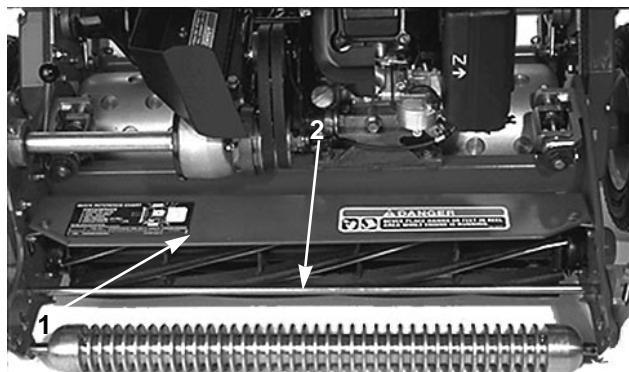

Bild 10
1. Den Abstand zwischen der Oberseite der vorderen Stützstange und der vorderen Kante des Ablenkleches an beiden Seiten der Mähspindel messen (Bild 10).